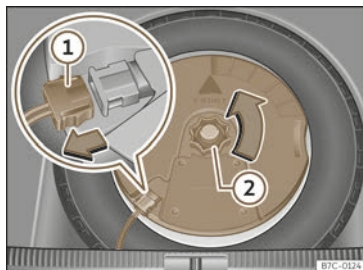

Abb. 258 Im Gepäckraum: Subwoofer ausbauen.
- Ziehen Sie das Subwoofer-Lautsprecherkabel heraus >>> (Abb. 258) ①.
- Drehen Sie das Befestigungshandrad entgegen dem Uhrzeigersinn heraus >>> (Abb. 258) ②.